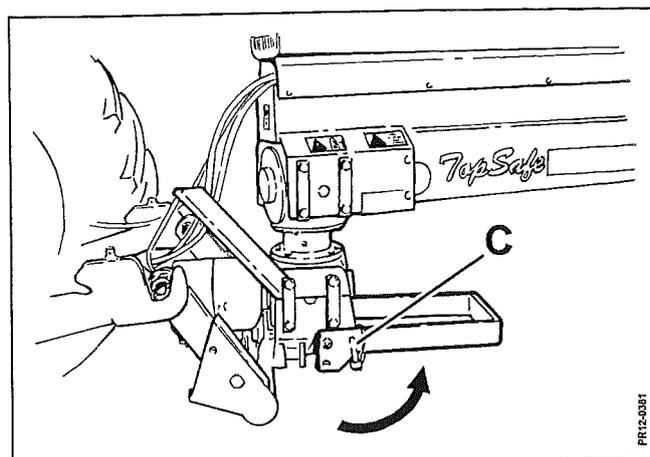

Fig. 2-7
- Fig. 2-7** Støttefoden under drejegearet svinges bagud og låses med tap og fjedersplit.